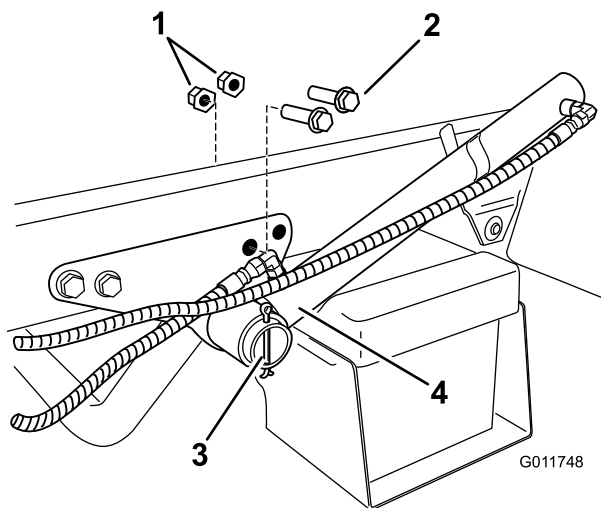

Figura 7
1. Rimuovete i 2 bulloni posteriori e i 2 dadi flangiati che si trovano sulla staffa del cilindro sinistro (Figura 7).